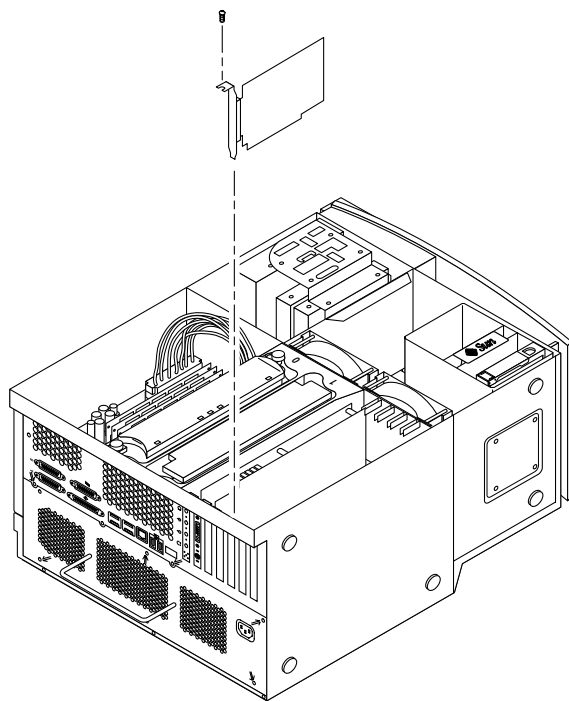

図 12 追加グラフィックスカードまたは PCI カードの取り付け
2. プラスのねじ回し (Phillips の 2 番) を使用して、空きカードスロットの金属製フィルターパネルを背面パネルのシャーシから取り外します (図 12 を参照)。